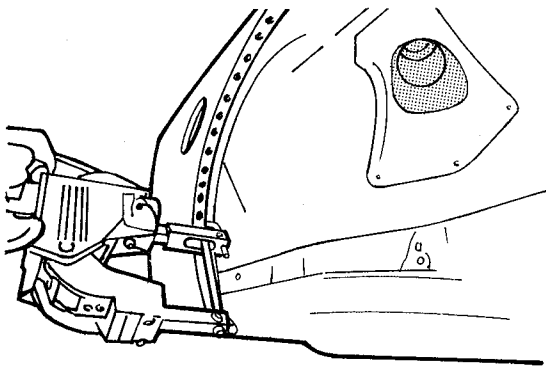

fig. 130
11. Soldar a ponto o painel lateral ao painel lateral interno, painel da soleira e área da caixa da roda (fig. 130)